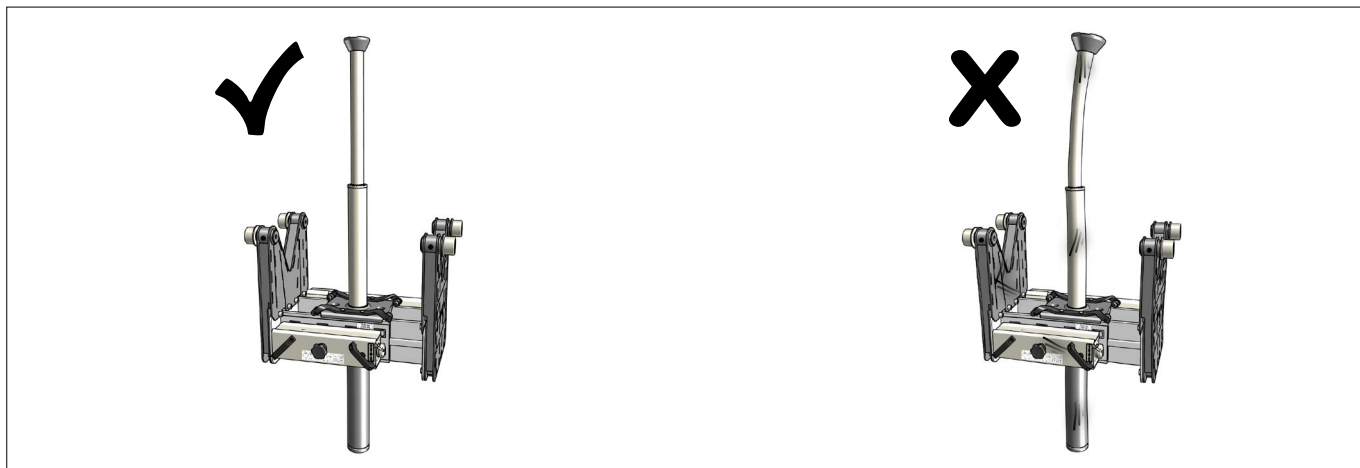
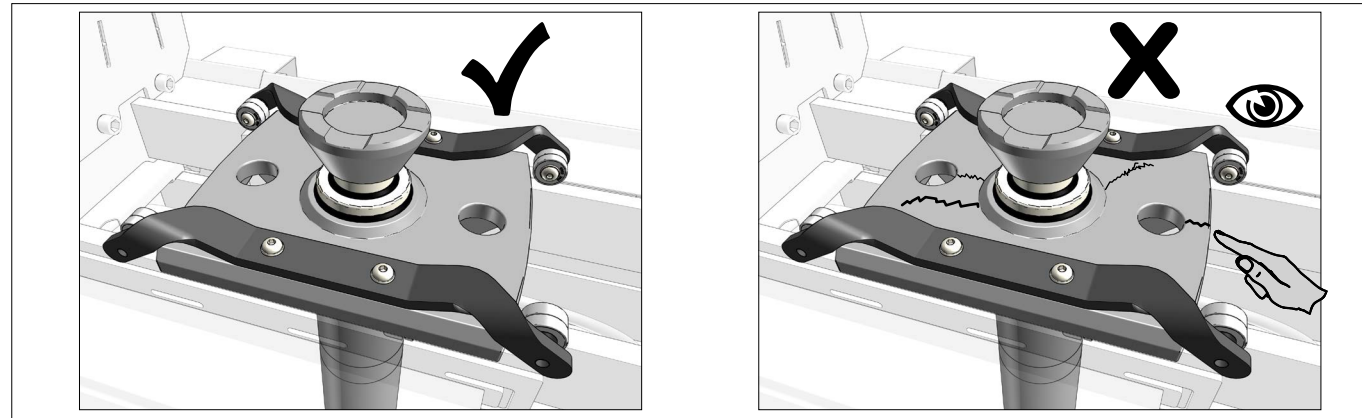

Fig.43
Fig.48
- Slitage (Fig.43), (Fig.48), (Fig.49)
- Vauriot (Fig.43) ja yleinen kuluminen (Fig.48), (Fig.49)
- Schade (Fig.43) en slijtage (Fig.48), (Fig.49)
- Daños (Fig.43) y desgaste (Fig.48), (Fig.49)
- Повреждений (Fig.43) и износа (Fig.48), (Fig.49)
- Skader (Fig.43) og unormalt slid (Fig.48), (Fig.49)
- Damage (Fig.43), wear and tear (Fig.48), (Fig.49)
- Schäden (Fig.43) und ungewöhnliche Abnutzung (Fig.48), (Fig.49)
- Dommages (Fig.43) et usure (Fig.48), (Fig.49)
- Danni (Fig.43) e usura (Fig.48), (Fig.49)